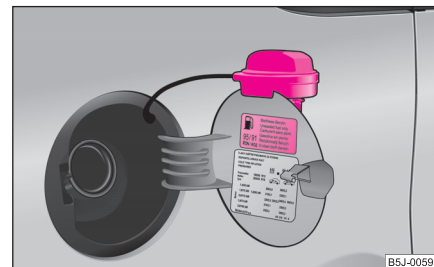

Fig. 153 Clapeta rezervorului cu capacul deschis.
Există mai multe tipuri de benzină. Citiți manualul ⇒ pagina 223, „Date tehnice”, pentru a afla ce tipuri de benzină se potrivesc autovehiculului dumneavoastră. Aceleași informații le veți găsi și pe partea interioară a capacului rezervorului de benzină ⇒ pagina 171, fig. 153.
- Deșurubați capacul spre stânga și așezați-l pe clapetă, în partea de sus ⇒ fig. 153.